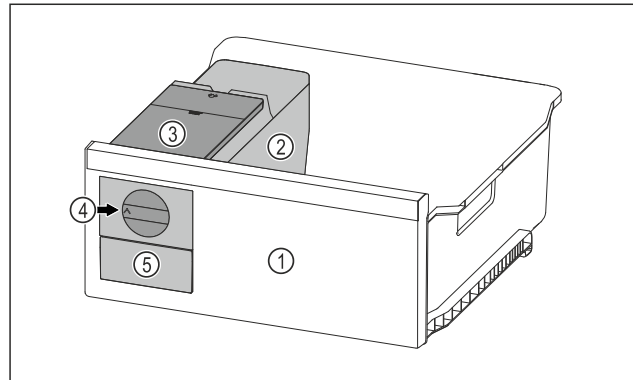

Fig. 80 Représentation à titre d'exemple
- Tourner le bouton rotatif Fig. 80 (4) dans le sens horaire jusqu'à la butée.
- ▷ Les glaçons tombent du bac à glaçons dans le tiroir à glaçons Fig. 80 (5).